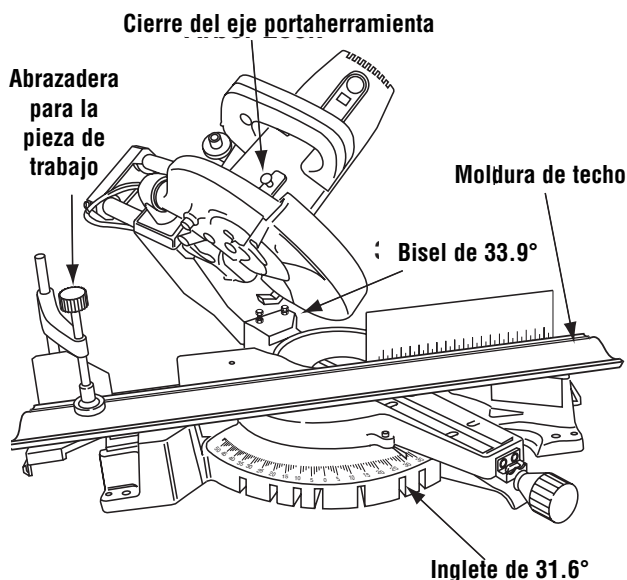

Figura 34. Moldura de techo colocada horizontalmente
1. Ajuste los ángulos de bisel y de inglete usando el Cuadro 1 que aparece más abajo. Apriete el pomo de fijación de inglete y el mango de fijación de bisel (Figura 34).